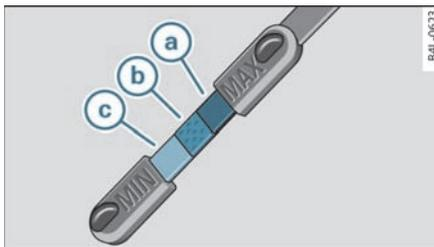
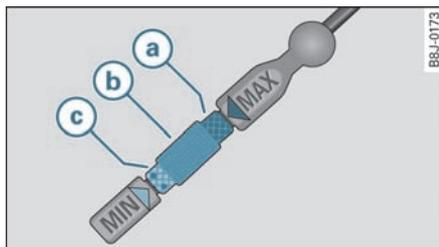

图 231 型号 1: 机油尺上的标记区域
图 232 型号 2: 机油尺上的标记区域
- 接着再次拉出机油尺察看机油油位 => 第250页，图 231 或 => 图 232。必要时请添加机油 => 第251页。